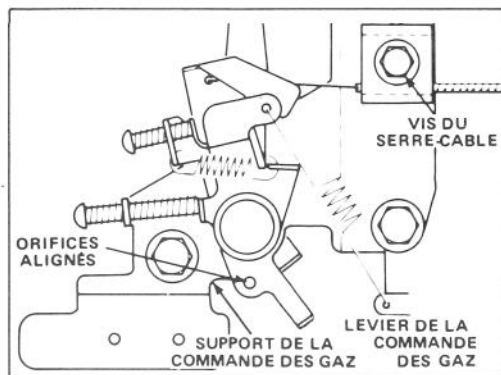

Figure 14
4. Desserrez la vis du serre-câble jusqu'à ce que le câble de la commande des gaz glisse (Fig. 14). Alignez les orifices du levier de la commande des gaz avec ceux du support de la commande des gaz. Tirez légèrement le câble de la commande des gaz pour y ôter toute trace de battant et serrez la vis du serre-câble pour fixer le tout en place.